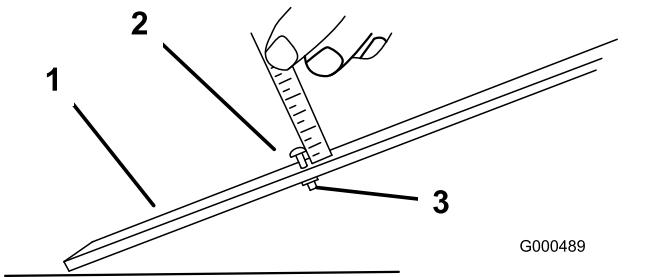

Figura 9
- Desaperte a porca da barra indicadora e regule o parafuso de ajuste para a altura de corte desejada (Figura 9).